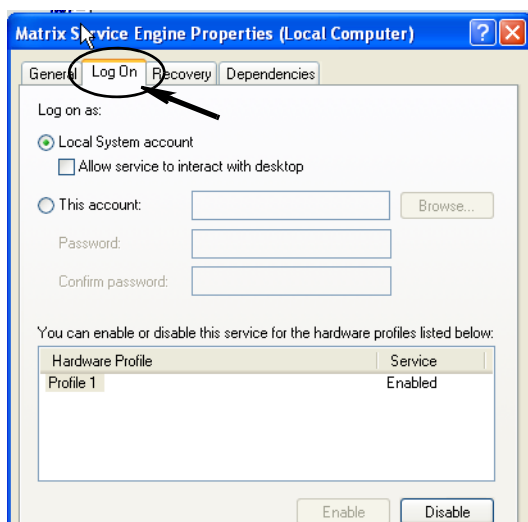

FIG. 38
- e. Sélectionnez l'onglet "Log On" (Connexion) (FIG. 38).